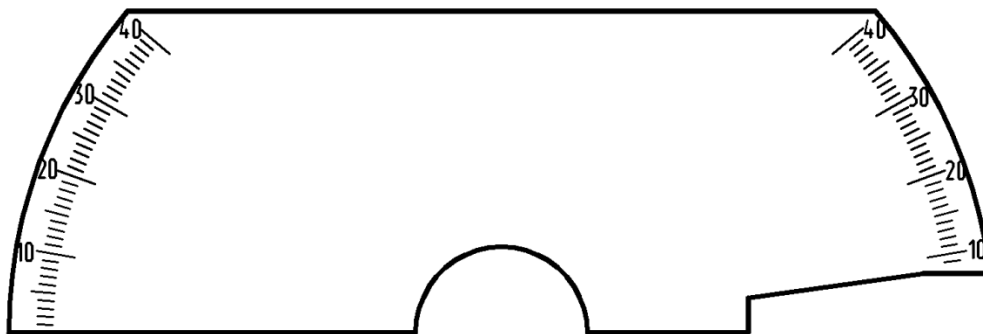

Рис.80. Сектор
1. Сектор 24-Ф-74784.001 (рис.80).